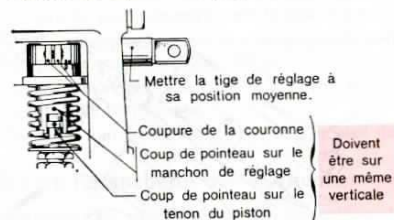

Fig. 33.
- Respecter impérativement les repères de réglage (fig. 33).